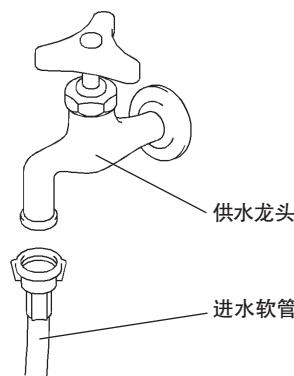

图5
2)将进水软管的另一端连接到供水龙头(见图5)上，并在如上所述手动拧紧前检查垫圈是否正确就位。最好在便于触及的部位安装一个截止阀。